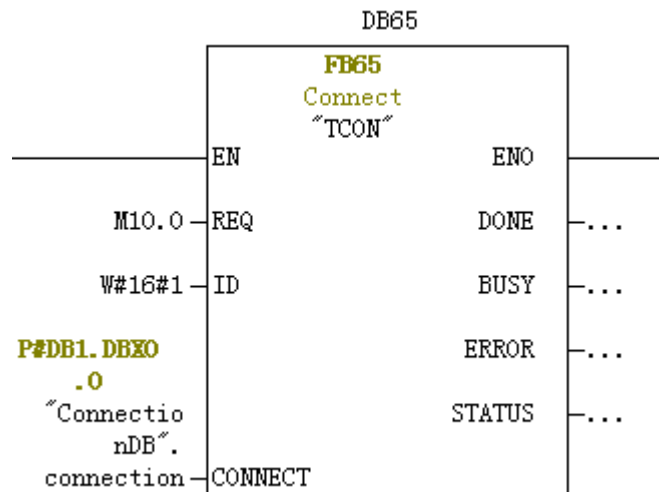

图 3-11 调用“ TCON” 建立 TCP 连接
3.11 在 OB1 中编程调用“ TCON” 建立连接，“ TCON” 等程序块存储在“ Libraries（库）—Standard Library（标准库）---Communication Blocks（通信块）” 下面。当 REQ 上升沿时触发执行。CONNECT 参数输入前面 DB1 中类型为 UDT65 的变量 connection，如图 3-11 所示。